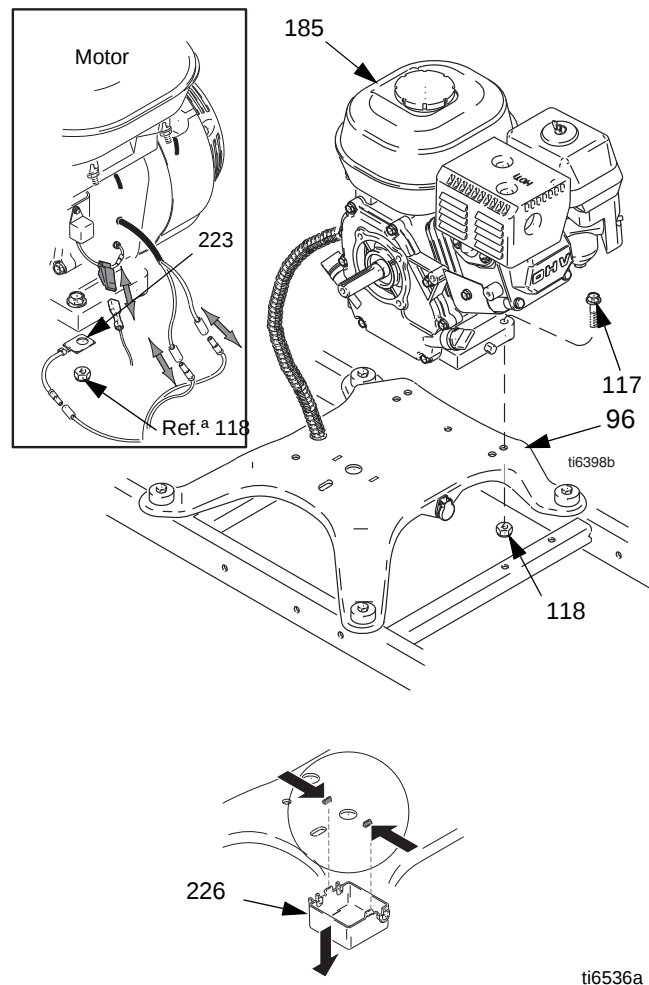

FIG. 12
2. FIG. 12. Remova a caixa de derivação (226).
13. FIG. 12. Instale a caixa de derivação (226).
4. FIG. 12. Retire o parafuso (177). Retire os dois parafusos (117), as anilhas de segurança (118) e o condutor de ligação à terra (223, 260) da base do motor (185).
1. FIG. 12. Eleve cuidadosamente o motor e coloque-o na respectiva placa de fixação (96).
2. Instale os dois parafusos (117) e o condutor de ligação à terra (223, 260) na base do motor e fixe-os com as contraporcas (118). Utilize um momento de aperto entre 27,1 N•m (20 ft-lb).